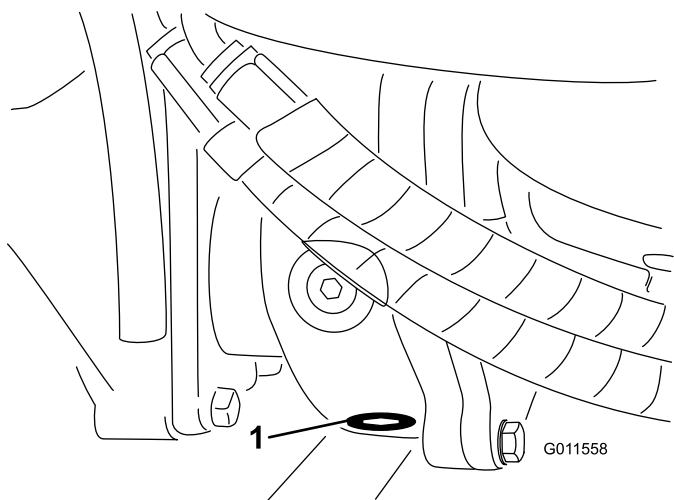

**Рисунок 109**
- Очистите область вокруг трех сливных пробок, по одной на каждом конце и одной в центре (**Рисунок 109**).